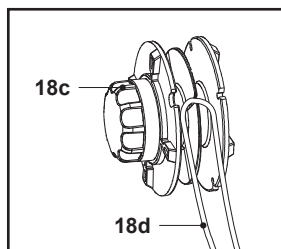

Fig. 28
5. Replier le fil de coupe (18d) et faire passer la boucle dans la fente de la bobine de coupe-bordures (18c), puis l'accrocher (Fig. 28).